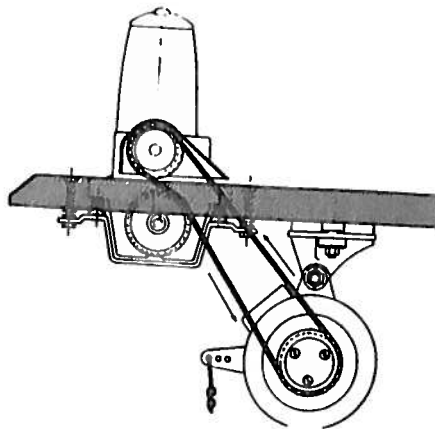

Fig. 1
3. Montare la cinghia di trasmissione secondo lo schema (fig. 1).